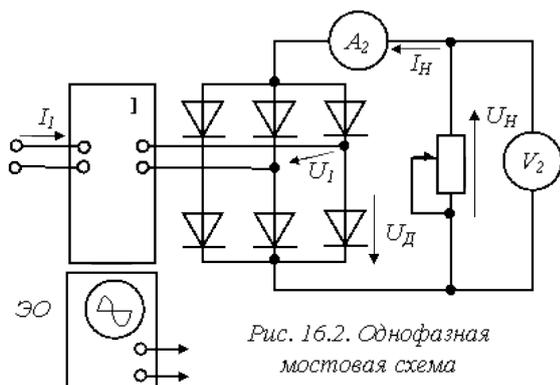

Рис. 16.2. Однофазная мостовая схема
5. Собрать схему (рис. 16.2) (комплект К-50 включить по однофазной схеме измерения). Приборы $A2$ и $V2$, должны быть магнитоэлектрической системы. В качестве нагрузки используется реостат с сопротивлением 100 Ом.